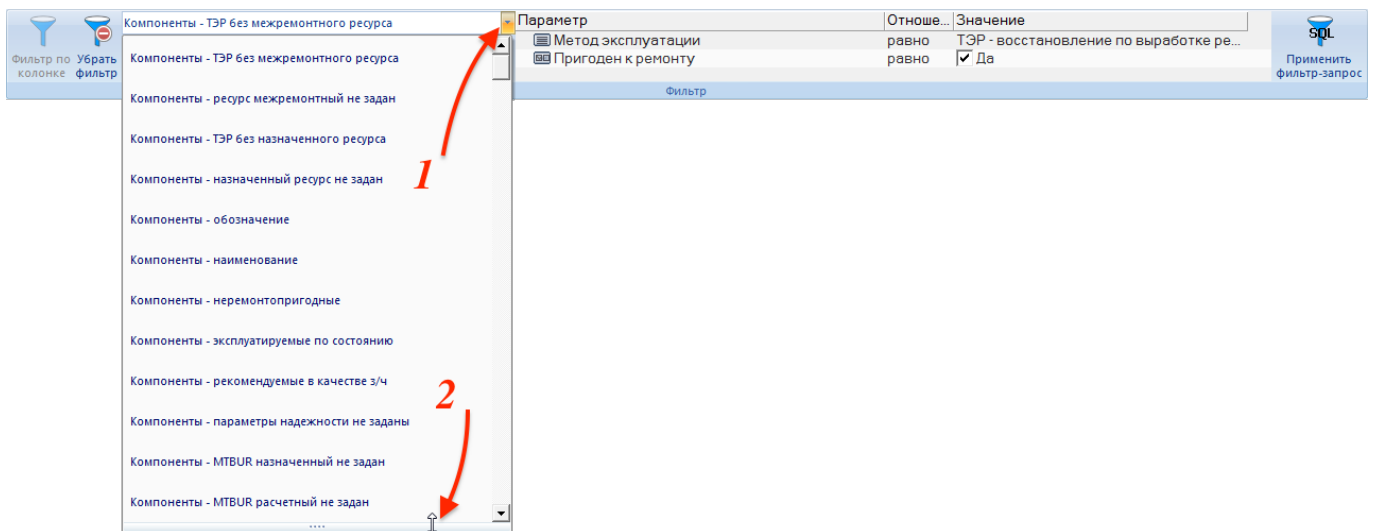

Рис. 5-56 – Список доступных фильтров-запросов
8) Нажать кнопки в правой части поля (1 на рис. 5-56), чтобы раскрыть список доступных запросов. Этот список включает запросы из рабочего окна «Анализ данных», у которых установлен флаг «Запрос-фильтр» и в поле «Подсистема» указана подсистема, связанная с текущим рабочим окном. Чтобы увеличить окно со списком, нужно потянуть за его нижнюю границу (2).